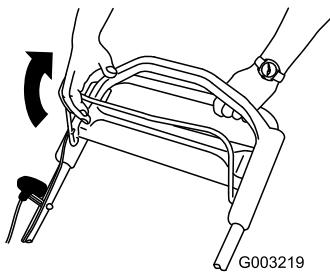

Figura 19
- Sujete la barra de control de la cuchilla contra el manillar (Figura 19).